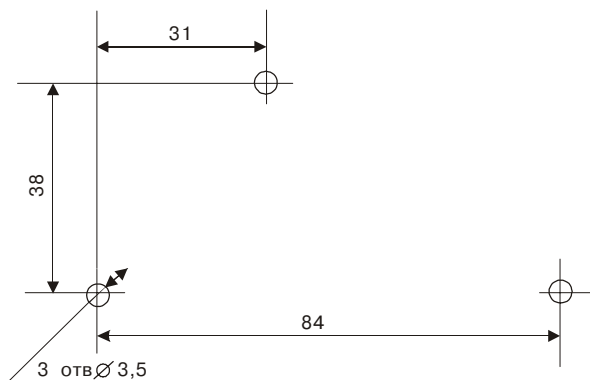

Рис. 19
- произведите разметку согласно рис.19;